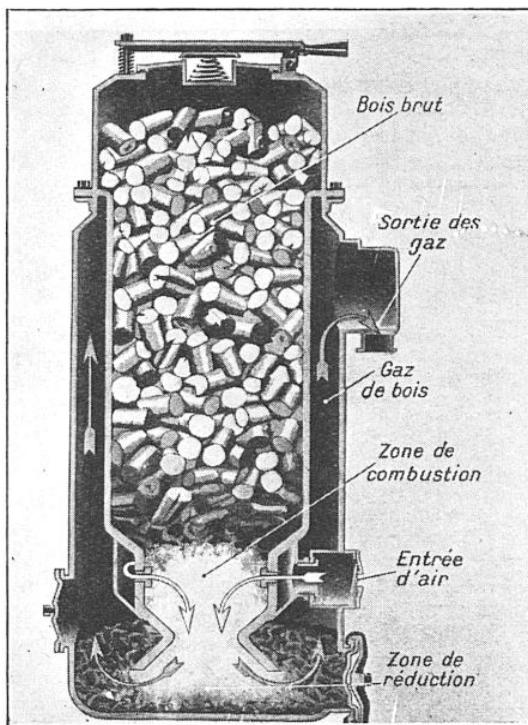

FIG. 2. — COUPE DU GAZOGÈNE A BOIS « BERLIET » A COMBUSTION INVERSE
(1) Voir *La Science et la Vie*, n° 241, page 41.
N. D. L. R. — Les figures 2, 3, 7, 9 et 10 ont été extraites de l'ouvrage classique du professeur E. FORGUE : *Précis d'anesthésie chirurgicale*, Doin et Cie, éditeurs.
dans le générateur. Une autre solution élégante, tendant à la diminution du poids par suppression de tout ou partie des réfractaires, consiste à injecter de la vapeur d'eau dans le foyer pour limiter l'élévation de température, tout au moins près des parois. On arrive d'ailleurs à un résultat analogue avec l'emploi, dans les gazogènes, du bois « cru » dont la vapeur d'eau agit également par abaissement de température. On peut également refroidir la paroi extérieure en faisant réchauffer l'air par circulation dans une enveloppe intérieure avant son introduction dans le foyer (fig. 2).